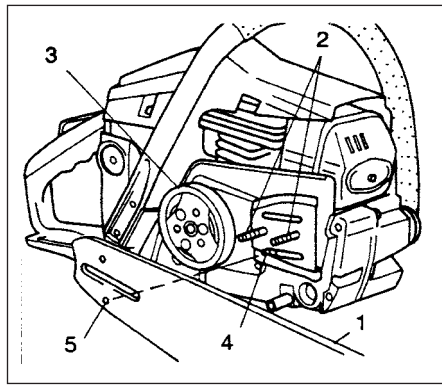

Рис.1-1
1. Удалить боковой корпус путём выкручивания двух зажимных гаек направляющей шины и смонтировать направляющую шину (1) на болтах (2), затем протолкнуть её в направлении звёздочки (3), насколько это возможно. Проследить, чтобы выступ регулировочного болта д.,,,' натяжения цепи (4) зафиксировался в отверстии шины (5). (Рис. 1-1)